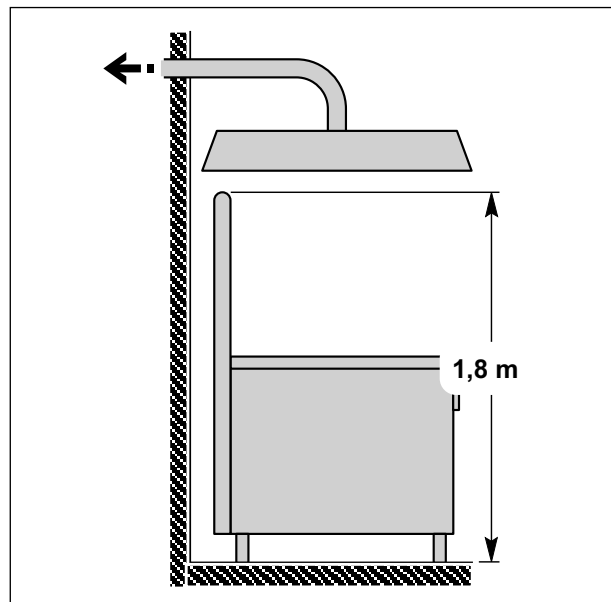

Abb. 17 Rauchabzug durch Abzugshaube
- Der Endteil der Geräteabzugsleitung muss sich etwa **1,8 m** von der Abstützfläche des Geräts befinden; die Mündung der Abzugsleitung der Verbrennungsprodukte muss sich genau unter der Haubenbasis befinden (siehe *Abb. 17 Rauchabzug durch Abzugshaube*).